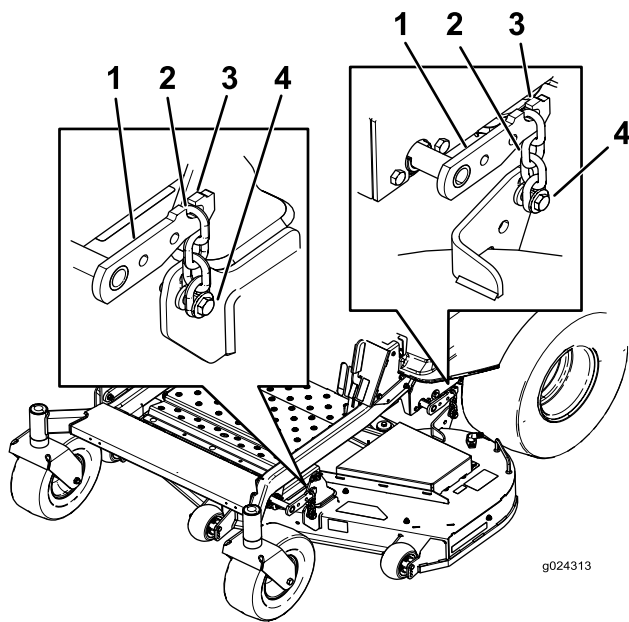

Figura 74
- Retire las cadenas de los ganchos de los brazos de elevación de la carcasa (Figura 74).
6. Eleve la parte trasera de la carcasa del cortacésped y conecte las cadenas a los brazos de elevación traseros (Figura 74).
7. Conecte las cadenas delanteras a los brazos de elevación delanteros (Figura 74).